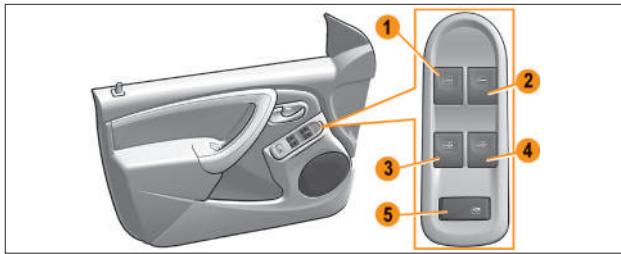

Рис. 4.1.3. Блок управления
**Клавиши управления электростеклоподъемниками с места водителя на блоке В (рис. 4.1.3):**